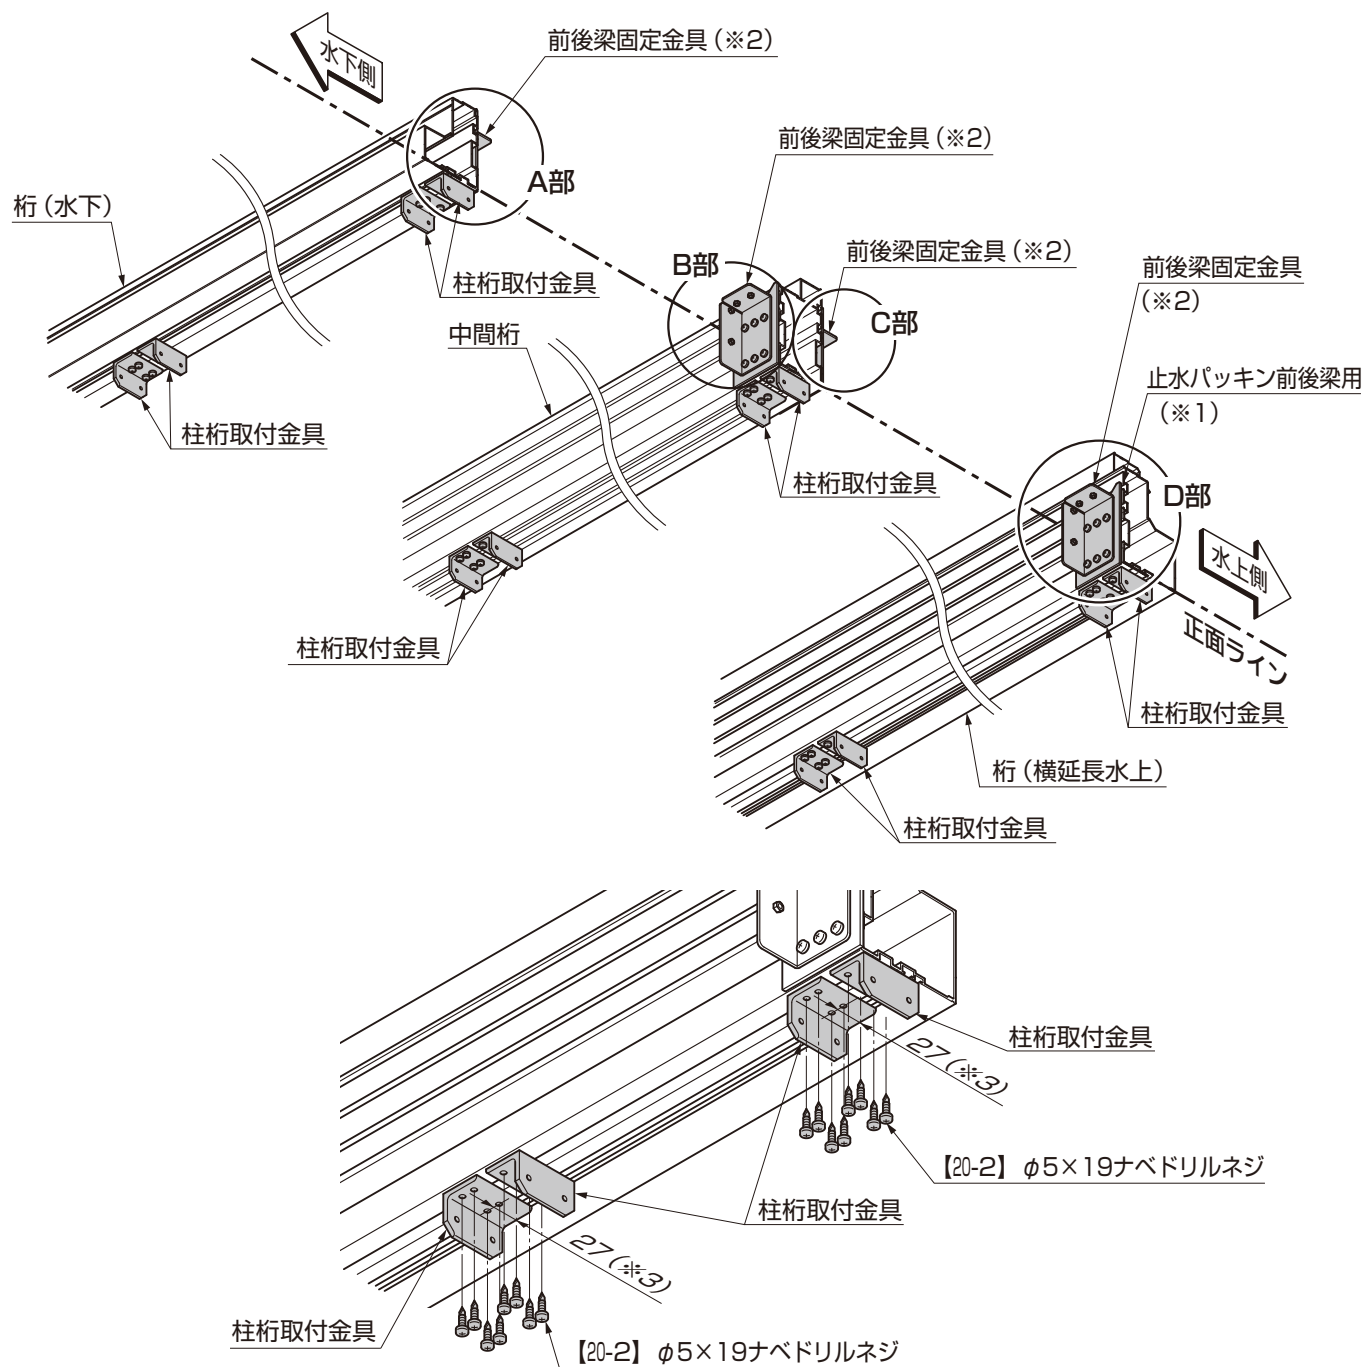

図6-7 柱桁取付金具の取付け
③各桁に【20-2】で柱桁取付金具を取付けてください。(図6-7参照)